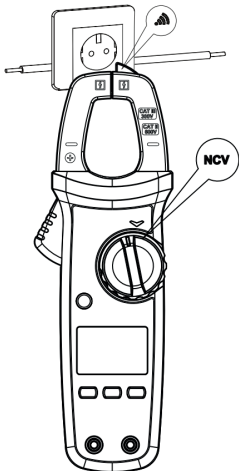

Рисунок 6
8. Бесконтактное обнаружение электрического поля переменного тока (NCV, рисунок 6)